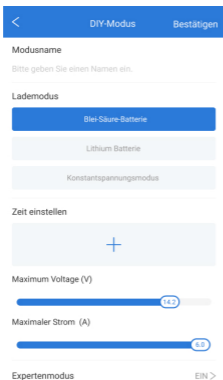

Abbildung 3.3.2
3. Tippen Sie auf Modus Hinzufügen, dann werden Sie den folgenden Bildschirm sehen. Hier können Sie den Akkutyp auswählen, Ladezeit reservieren und die maximale Ladespannung und den maximalen Ladestrom einstellen. (Siehe Abbildung 3.3.2)